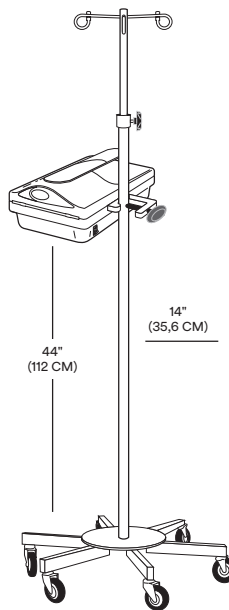

Fig. 3
1. Fäst Ranger blod-/vätskevärmeeinheit vid infusionsställningen. Dra åt infusionsställningsklämman ordentligt (se fig. 3).